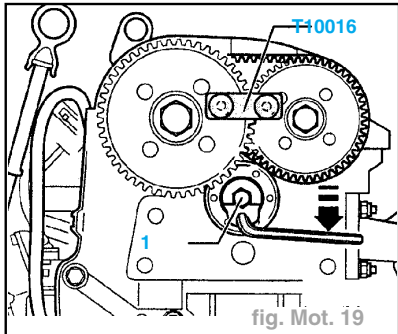

fig. Mot. 19
- desserrer le galet-tendeur (1) de la courroie crantée d'entraînement combiné et détendre la courroie crantée en tournant le galet-tendeur dans le sens d'horloge (fig. Mot. 19),